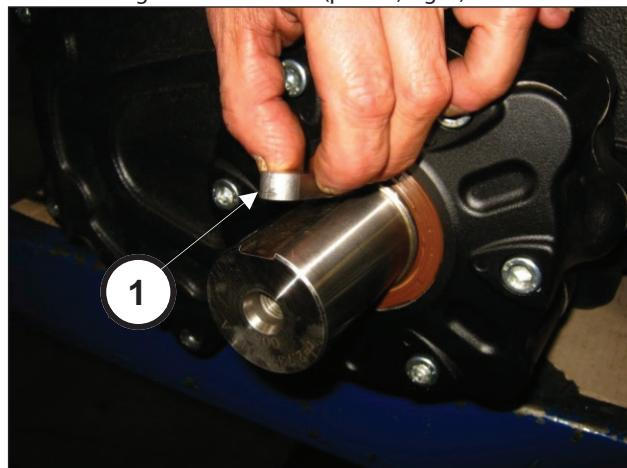

Fig. 3
Remova a lingueta do eixo PTO (pos. ①, Fig. 3).